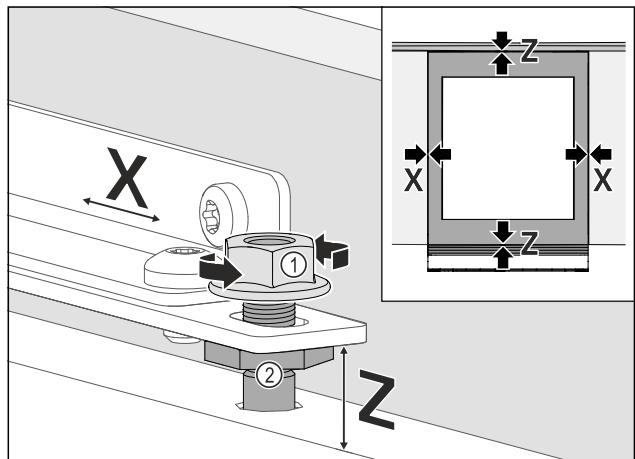

Fig. 76
- Вирівняйте меблеві дверцята збоку: Послабте контргайку Fig. 76 (1), посуňte меблеві дверцята у напрямку X.
- Затягніть контргайки Fig. 76 (1).
- Вирівняйте меблеві дверцята по висоті Y, а також їхній боковий нахил: Виконайте налаштування Fig. 76 (2) за допомогою регулювальних гвинтів.